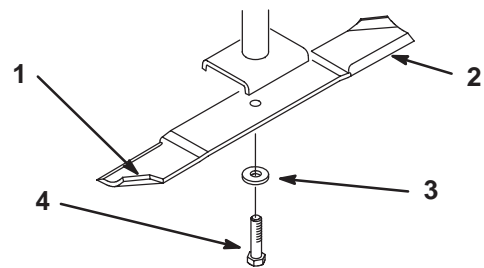
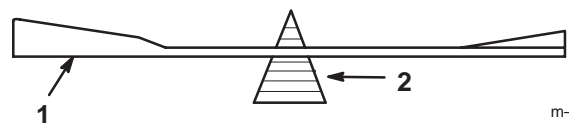

Figure 25
Figure 27
Tenez la lame à son extrémité avec un chiffon ou un gant épais. Retirez le boulon, la rondelle élastique et la lame de l'axe de la lame (Fig. 25).
2. Vérifiez l'équilibre de la lame en la plaçant sur un équilibreur (Fig. 27). Si la lame reste horizontale, elle est équilibrée et peut être utilisée. Si la lame est déséquilibrée, limez un peu l'extrémité de la partie incurvée seulement (Fig. 25). Répétez la procédure jusqu'à ce que la lame soit équilibrée.
1. Placez la lame sur l'axe (Fig. 25).
2. Installez la rondelle plate, la rondelle-frein et le boulon de fixation de la lame (Fig. 25). Serrez le boulon de lame à 115–150 Nm.